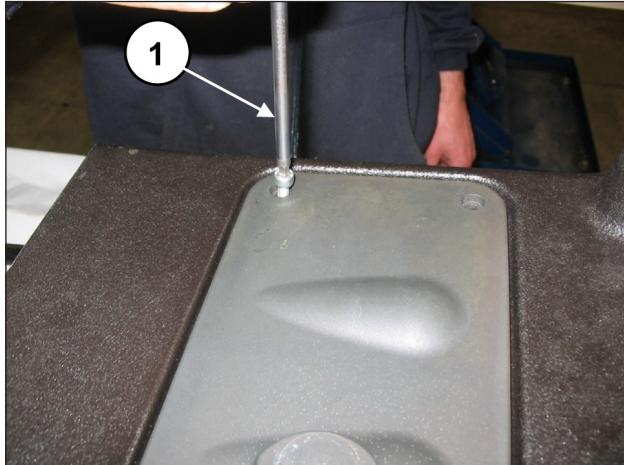

Fig. 139
Desmontar las tapas de inspección superior (pos. ①, Fig. 139) e inferior (pos. ①, Fig. 140) aflojando los 4+4 tornillos de fijación.